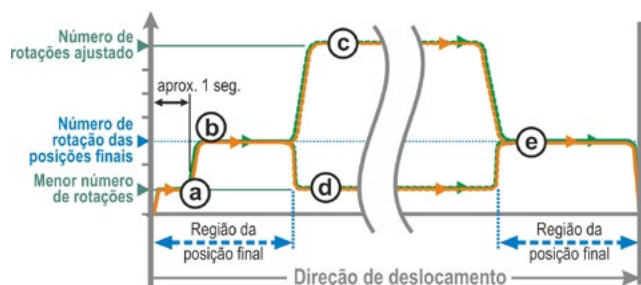

Fig. 1: Velocidade das posições finais ‘normal’
- da posição final com o menor número de rotações, aprox. 1 seg. (fig. 1: Curva **a**), para então ligar na velocidade das posições finais, veja **b**;